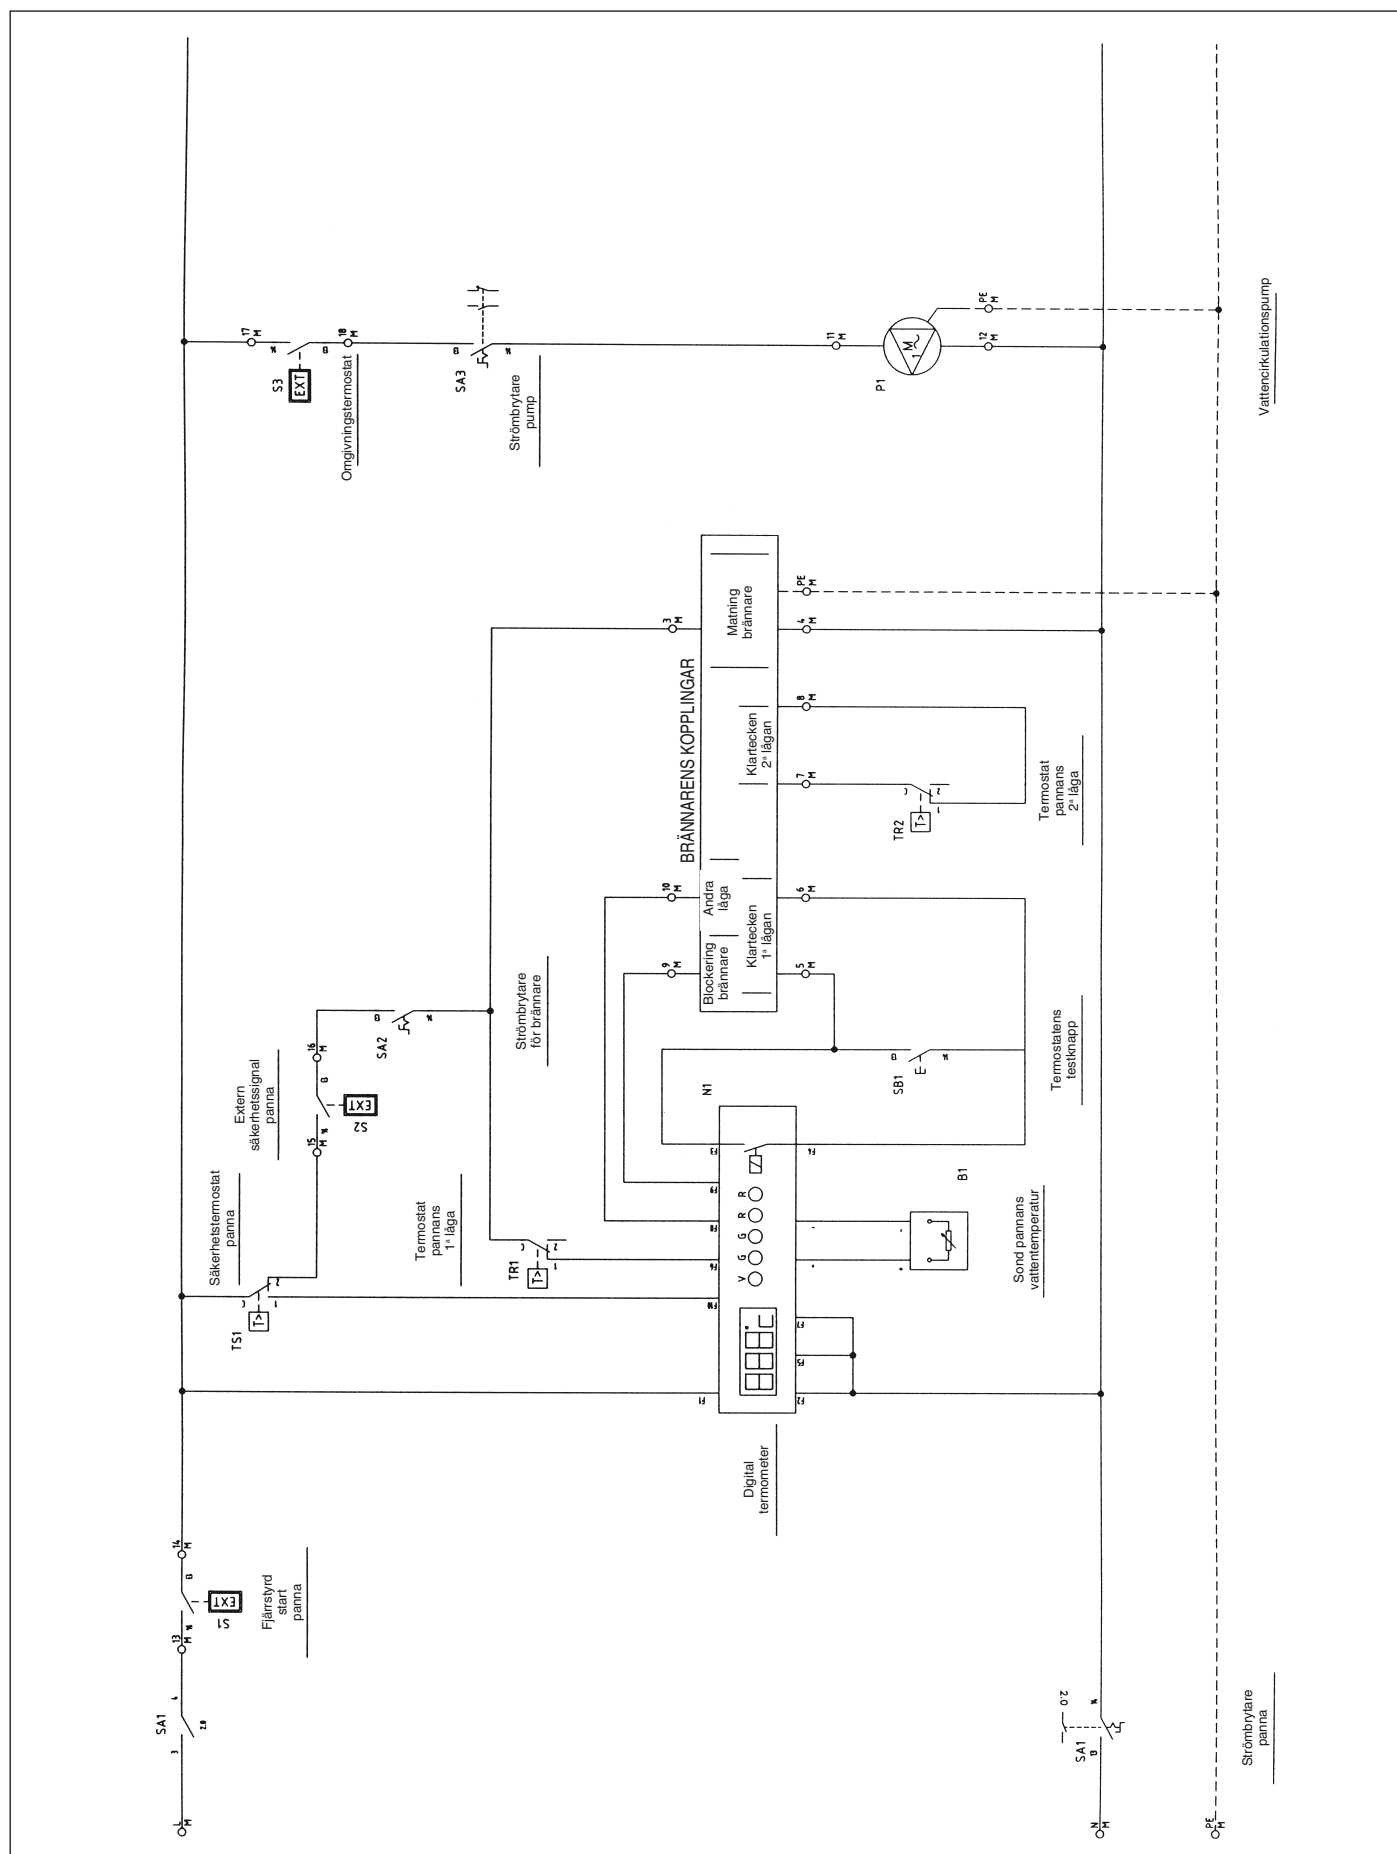

Fig. 17
9.4 Rengöring av pannan (Fig. 17)